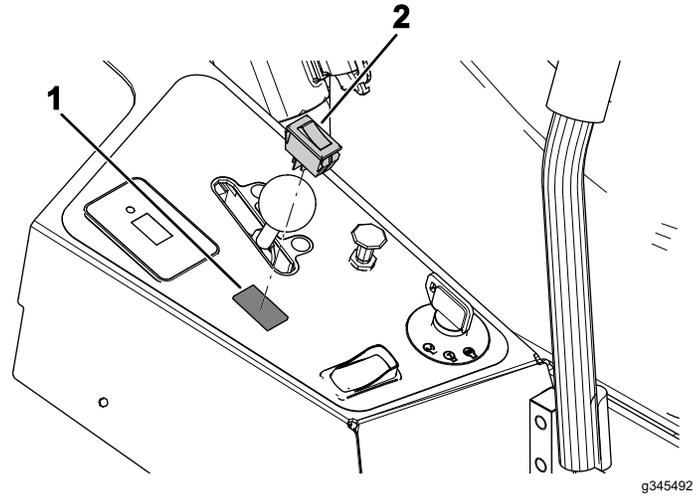

Bild 6
2. Bauen Sie den Scheinwerfer-Kippschalter in das Bedienfeld ein (**Bild 6**).